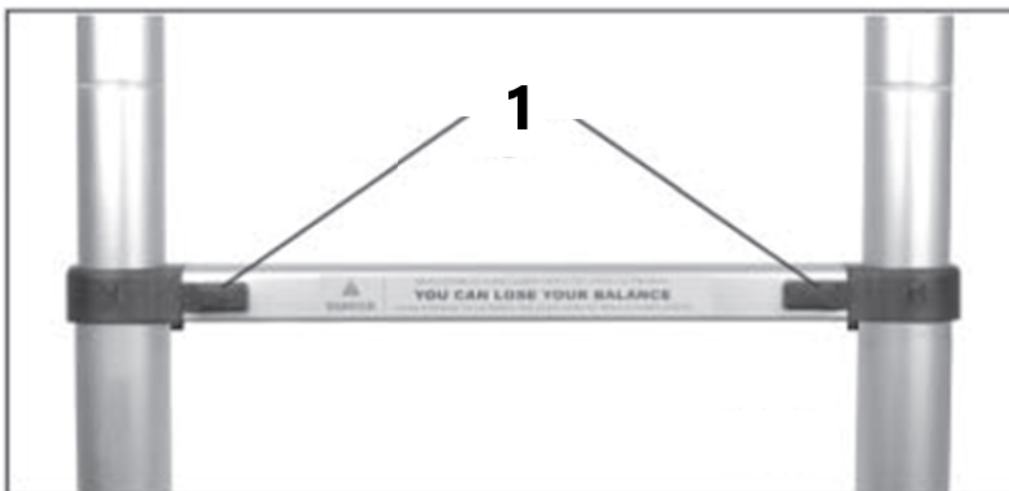

Figura 1.
Para recolher a escada telescópica até a posição fechada, empurre as alavancas de travamento (3) simultaneamente (Figura 1 acima) e solte.